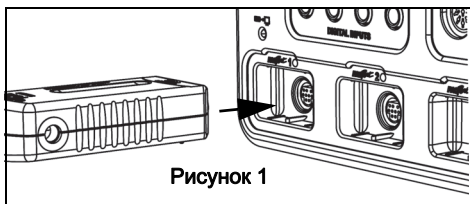

Рисунок 1
1. Подключите датчик к порту интерфейса PASPORT. Смотрите рисунок 1.